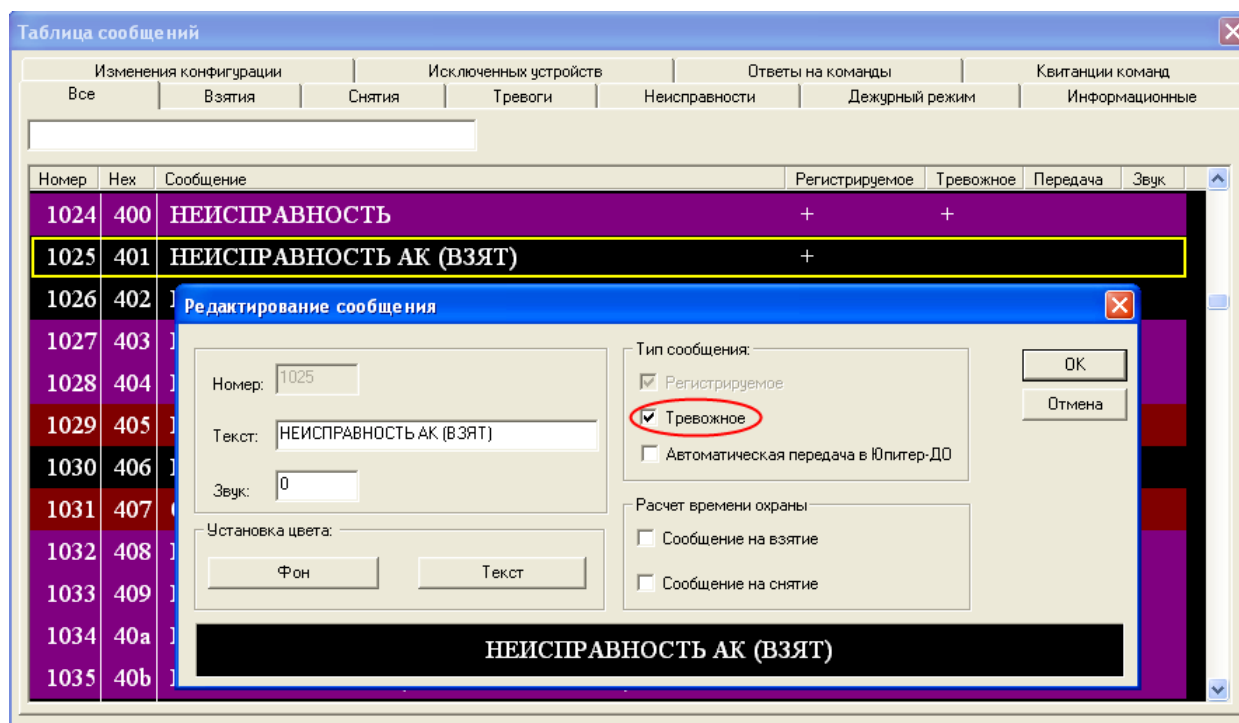

Рисунок 3.45. Окно «Редактирование сообщений»
3. Установите в окне **Редактирование сообщений** флаг **Тревожное** (рисунок 3.45) и нажмите кнопку **ОК**.